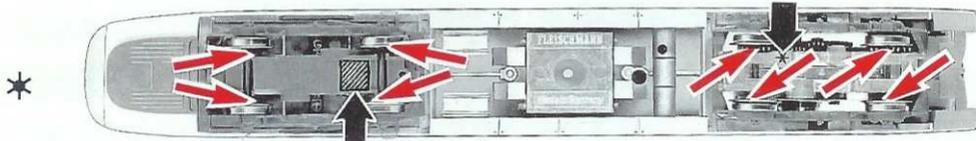

Fig. 5
* Dieser Stern bezeichnet nach Norm **NEM 621** die masseführende "gemeinsame Seite" der Lok (Fig. 5).
An der markierten Stelle kann der **Schaltmagnet 9426** eingebaut werden (Fig. 5).
* This star indicates the "common side" of the loco conforming to the standard NEM 621 (fig. 5).
The indicated point can be used for locating the switching magnet 9426 (fig. 5).
* Cette étoile désigne, d'après la norme NEM 621, le "côté commun" de la version la plus courante de la loco (fig. 5).
L'aimant permanent 9426 peut être monté à l'endroit indiqué (fig. 5).
* Dit sterretje betekent dat de loc naar NEM-norm 621 de "massa-kant" aan de gemeenschappelijke zijde heeft (fig. 5).
Op de gemerkte plaats kan de schakelmagneet 9426 gemonteerd worden (fig. 5).
* Denne stjerne betegner den masseforende (stel) "fællesside" af lok'et (fig. 5).
Kontaktmagneten 9426 kan monteres på det markerede sted (fig. 5).